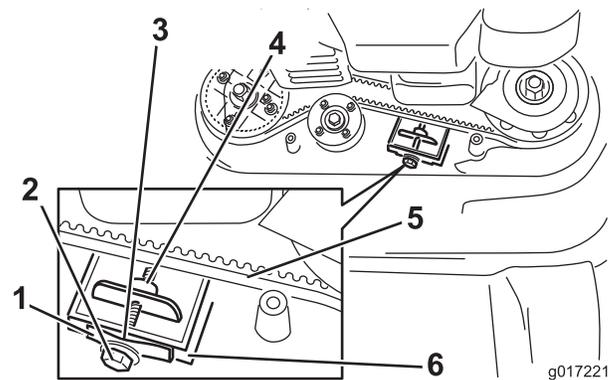

**Figura 39**
1. Retire la cubierta del sistema de transmisión de las cuchillas (Figura 39).